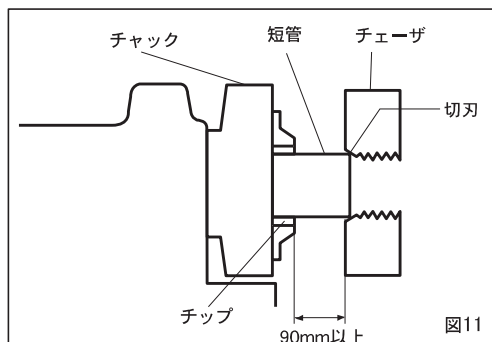

図11
- ②スクロールを締めながら、右手でパイプを支え左手でチャックを軽く締めてパイプにチップをよく合わせてから強くパイプを締め付けます。
- ③パイプの取外しは、反動をつけて締め付けホイルを逆方向に回せばチャックが緩みます。次に後部スクロールを緩めてパイプを取外してください。
■短管ねじ切りのパイプのつかみ方 (図11)